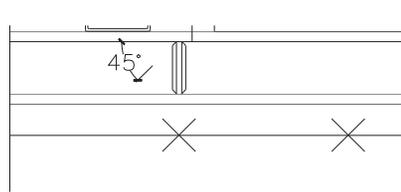
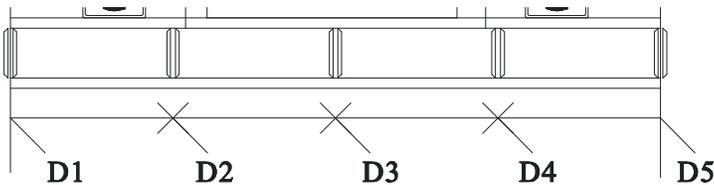
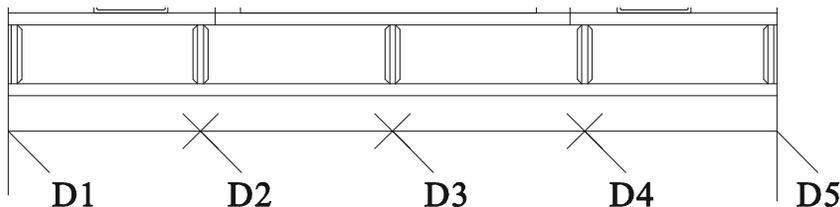
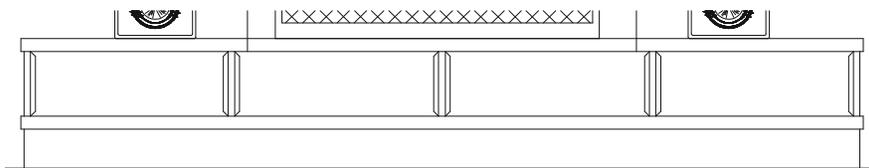

图 2-2-43
图 2-2-44
图 2-2-45
图 2-2-46
**STEP 39** 使用镜像命令 MIRROR 将其镜像成四条斜线，并使用修剪命令 TRIM 对其进行修剪，如图 2-2-43 所示。
**STEP 40** 使用复制命令 COPY 将如图 2-2-43 所示的图形进行多重复制，如图 2-2-44 所示。
// 框选如图 2-2-43 所示的图形
// 按 F3 键打开捕捉功能, 单击如图 2-2-44 所示的点 D2, 再单击点 D1
**STEP 41** 使用删除命令 ERASE 删除如图 2-2-44 所示的左右两边超出边界的部分, 并使用移动命令 MOVE 将其分别向内移动 20, 如图 2-2-45 所示。
**STEP 42** 使用修剪命令 TRIM 对如图 2-2-45 所示的图形进修剪, 如图 2-2-46 所示。